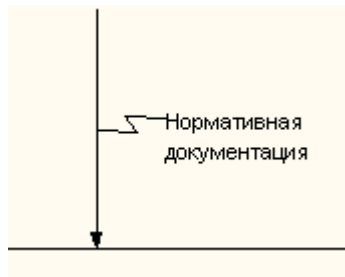

Рис. 1.18. Установление тильды
2. Щелкнуть левой кнопкой мыши по тексту, а затем по дуге (рис. 1.18.);